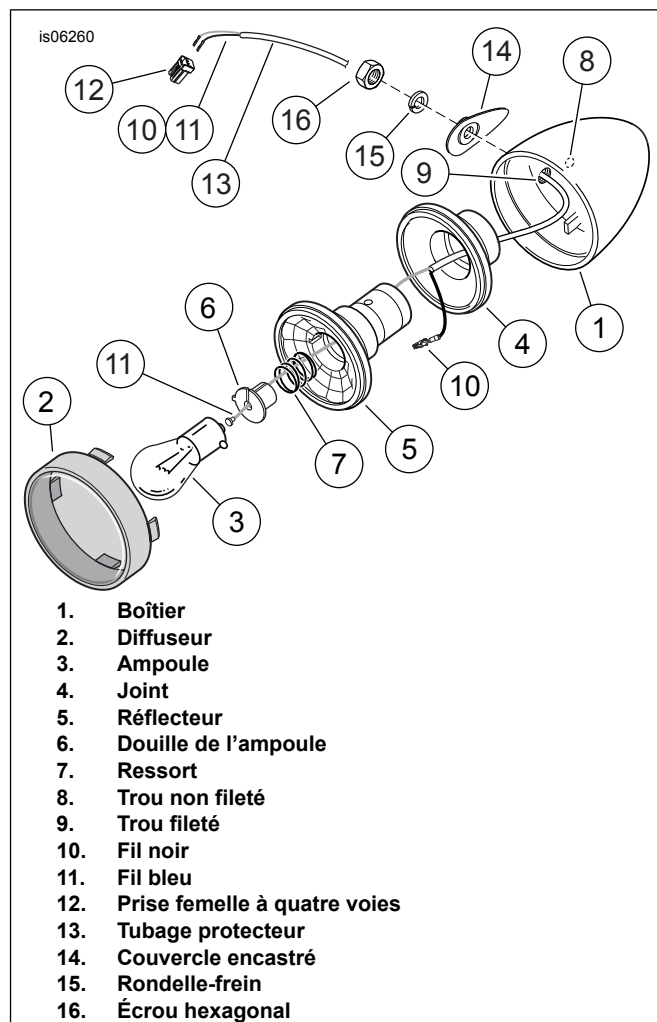

Figure 5. Feu de direction
- Voir Figure 5. Retirer les fils noir (10) et bleu (11) et les bornes femelles des prises femelles de feu de direction. Mettre de côté les feux de direction et les prises femelles pour leur installation ultérieure.
- Dénuder environ 25 mm (1 in) d'isolation de l'extrémité sans terminaison d'un fil et attacher un ruban de tirage ou un fil de fer à l'extrémité dénudée. Acheminer le fil dans l'un des goujons filetés de l'ensemble soudé de repositionnement de feu de direction. Pousser le fil au-delà du joint en Y jusqu'à ce que l'extrémité du ruban de tirage ou du fil de fer sorte par l'ouverture avant (E) du tube. Continuer à tirer et à pousser le fil jusqu'à ce que son extrémité isolée soit exposée. Retirer le ruban de tirage ou le fil de fer de l'extrémité isolée du fil.
- Voir Figure 5. Introduire un tournevis à lame mince ou un outil similaire dans la fente en bas du diffuseur (2) de l'un des feux de direction et tourner pour détacher le diffuseur du boîtier (1). Enfoncer l'ampoule (3) et la tourner dans le sens antihoraire pour la retirer.
- Insérer l'outil entre le bord extérieur du joint en caoutchouc (4) et l'intérieur du boîtier. Écarter délicatement le réflecteur (5) jusqu'à ce qu'il se détache.
15. Voir Figure 5. Acheminer les fils du goujon fileté sur l'ensemble soudé de repositionnement de feu de direction par le trou **fileté** (9) dans le boîtier d'ampoule (1) et le centre du joint en caoutchouc (4).